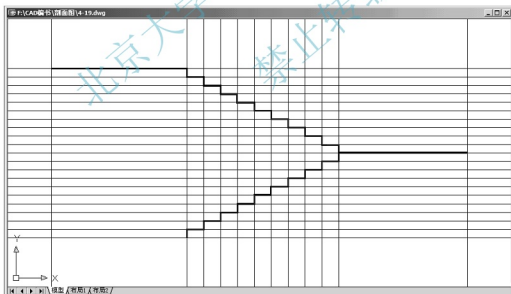

图 4.106 绘制平台板和楼梯段
(1) 将【楼梯】图层设置为当前层，用【直线】命令绘制平台板和楼梯段，结果如图 4.106 所示。